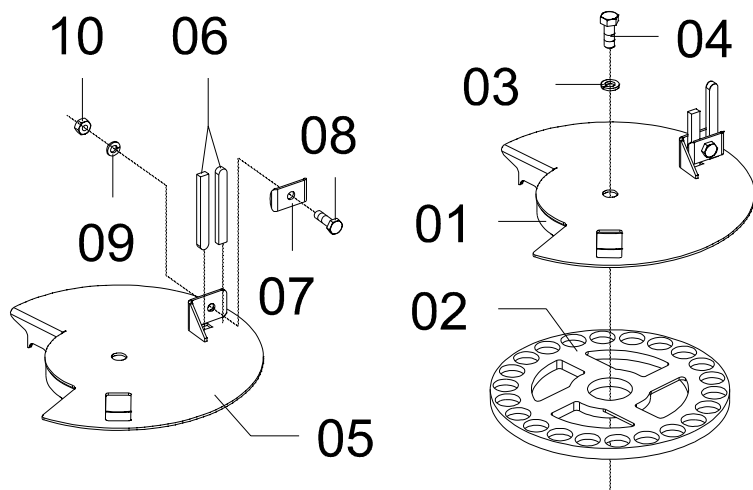

FIGURA 59
KIT OPCIONAL PARA AMENDOIM (FIGURA 59)
- Para a cultura de amendoim, utiliza-se um kit opcional que é composto dos seguintes itens, **conforme mostra a figura 59.**